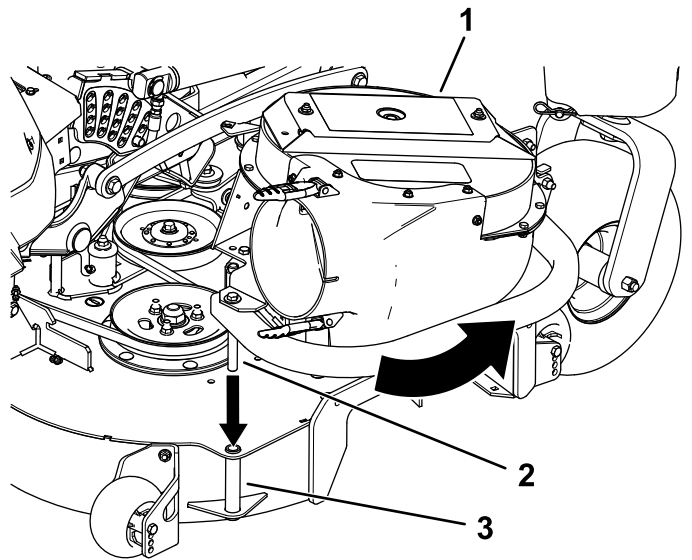

Figure 6
2. Insérez l'axe d'articulation du ventilateur dans le support et faites pivoter le ventilateur vers l'intérieur et la machine (Figure 6).